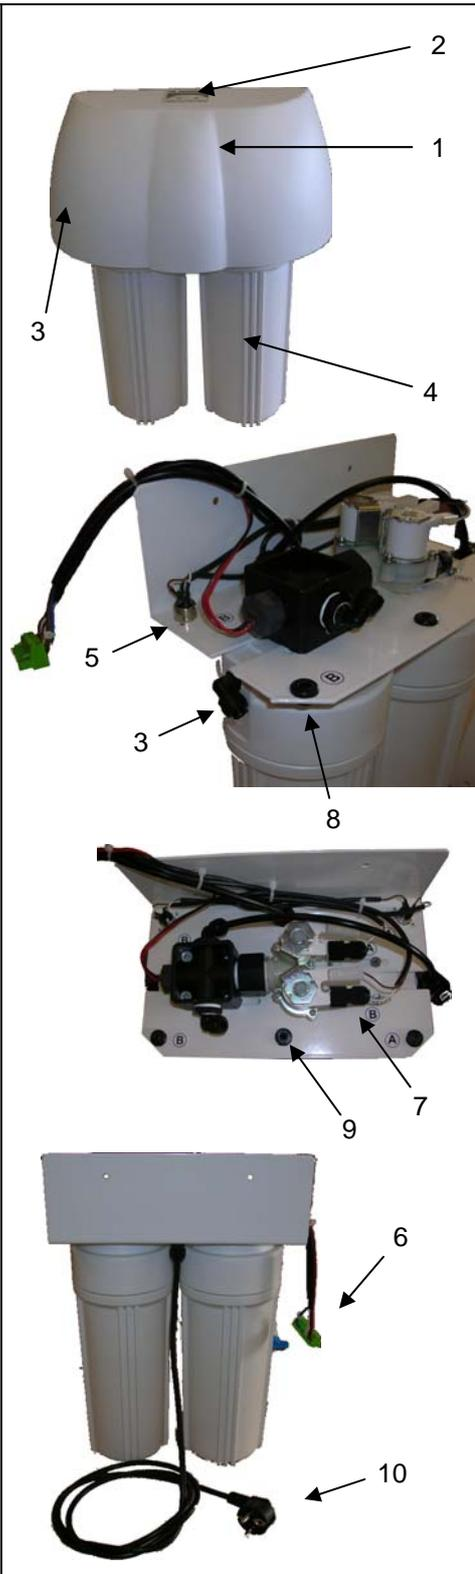

Abb. 2.1 Bestandteile des Entionisierers
Der obere Deckel (1 in Abb. 2.1) dient zur Abdeckung des Geräts; die rote und grüne Led (2) geben die Qualität des vom Entionisierer abgegebenen Wassers an (eingestellter Grenzwert $15 \mu\text{S}/\text{cm}$). Wenn die grüne Led aufleuchtet, so bedeutet dies, dass die Leitfähigkeit des hergestellten Wassers unter dem Grenzwert liegt. Leuchtet hingegen die rote Led auf, so ist die Wasserqualität nicht mehr den Bedürfnissen gerecht und daher müssen die Harze ausgetauscht werden.